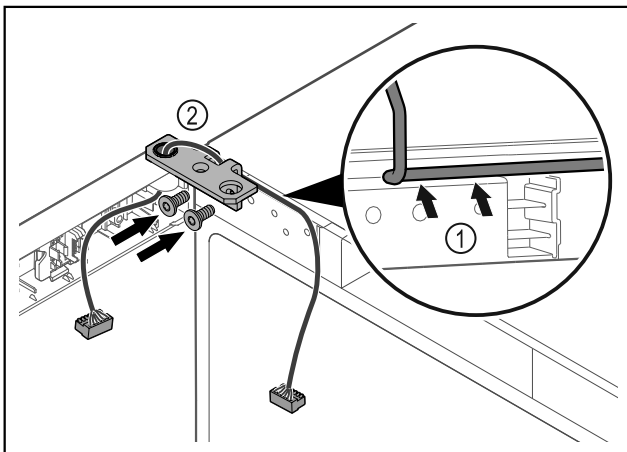

Fig. 58
- ▶ Før kablen forsiktig gjennom åpningen i hengselvinkelen, og legg den omhyggelig på plass Fig. 58 (1).
- ▶ Skru på hengselvinkelen Fig. 58 (2).